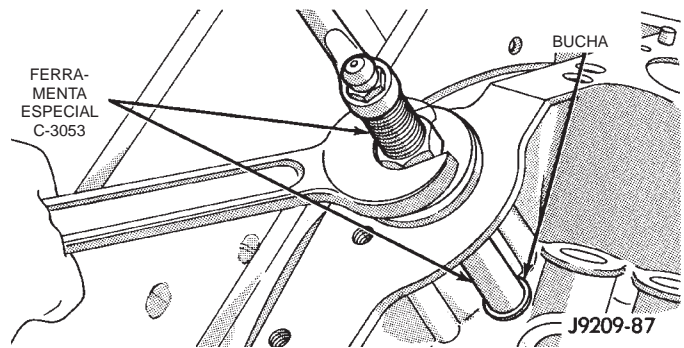

Fig. 35 Brunimento da Bucha do Eixo Propulsor do Distribuidor
(3) Como o brunidor é puxado através da bucha, a bucha é expandida ajustada no bloco e brunida no tamanho correto (Fig. 35). **NÃO alargue esta bucha.**